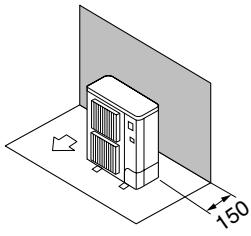

Fig. 2-2
① Εμπόδια στην πίσω πλευρά μόνο (Fig. 2-2)